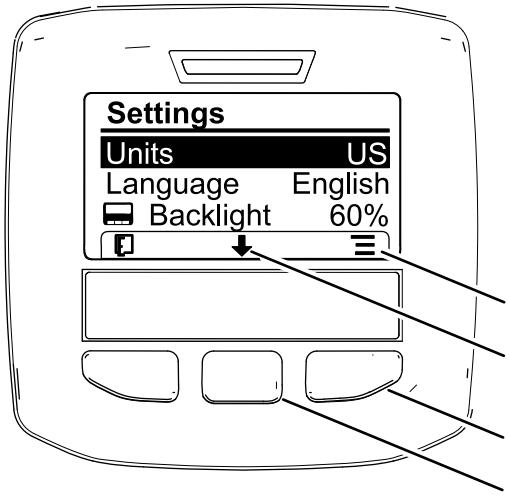

Figura 63
2. Para alterar a unidade de medida, pressione o botão de seleção direito para alterar as unidades de medida indicadas (Figura 63).
3. Para alterar o idioma utilizado no ecrã, pressione o botão de seleção central (o botão por baixo do ícone de seta para baixo no ecrã) e percorra a lista até à opção de idioma (Figura 63).
4. Se pressionar o botão de seleção direito (o botão por baixo do ícone de lista no ecrã), realça o idioma da lista utilizado no ecrã (Figura 63).
6. Carregue no botão de seleção esquerdo para regressar ao menu principal (Figura 63).